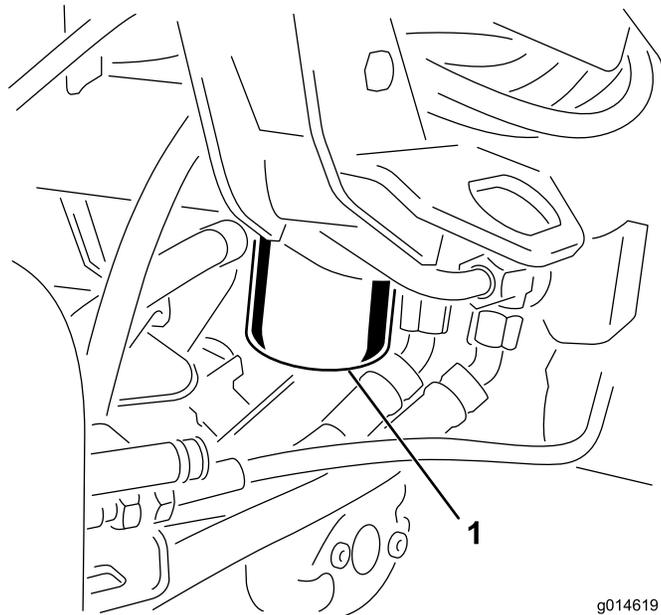

Рисунок 37
1. Очистите область вокруг места крепления фильтра (Рисунок 37). Поместите сливной поддон под фильтр, а затем снимите фильтр.